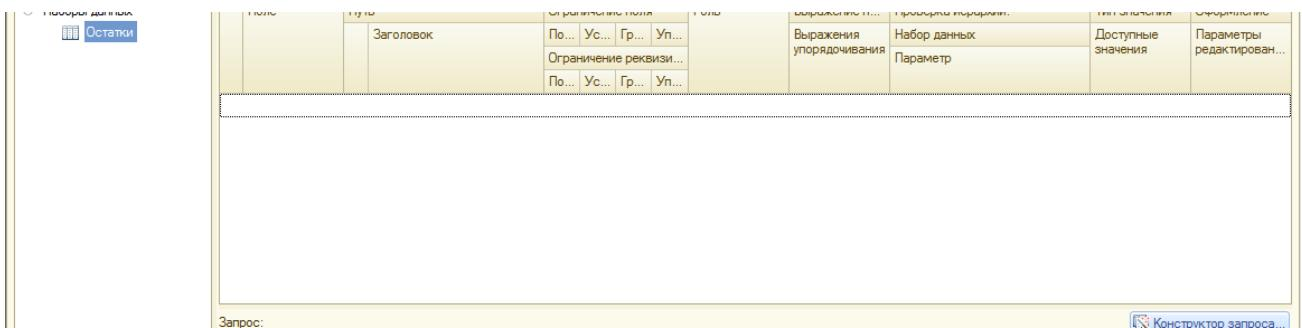
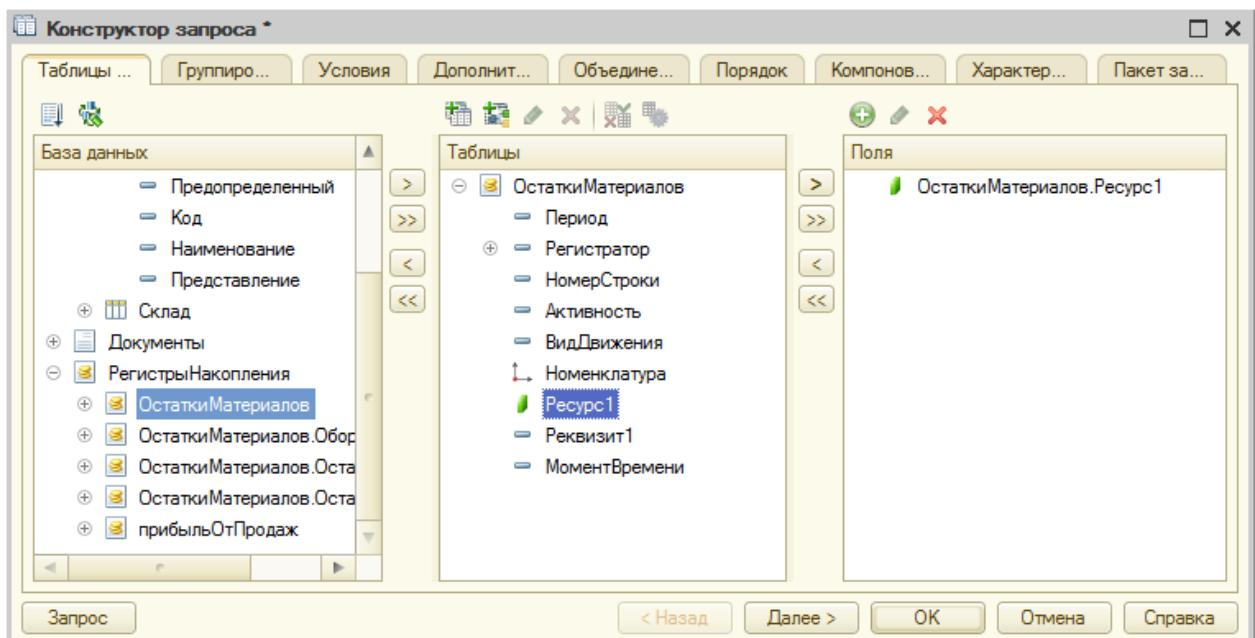

Рис.52. Добавление конструктора запроса
Рис. 53. Вид конструктора запроса
5. Для создания конструктора запроса необходимо нажать на соответствующую кнопку в середине окна (рис.52.). Примерный вид конструктора запросов приведен на рис. 53.